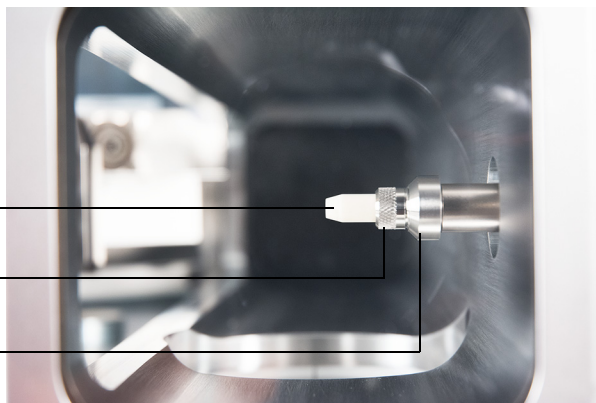

Abbildung 17. Spitzendichtung für GC/MSD-Interface
- 1 Prüfen Sie, dass die CI-Quelle, die EI-XTR-Quelle bzw. die HES installiert ist. Wenn eine EI-Edelstahl- oder eine Inert-Quelle installiert ist, dürfen die Spitzendichtung, die Feder und die gerändelte Halterung für die Spitzendichtung nicht installiert sein. (Siehe **Abbildung 17** auf Seite 84.)